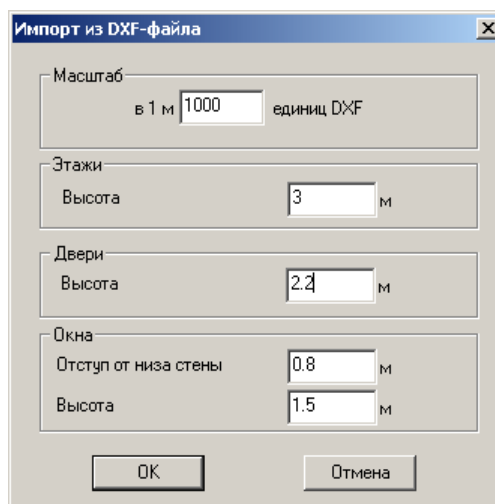

Рис.12.12.2. Окно диалога **Импорт из DXF-файла**
- В открывшемся окне диалога **Импорт из DXF-файла** (рис. 12.12.2) укажите следующие параметры: